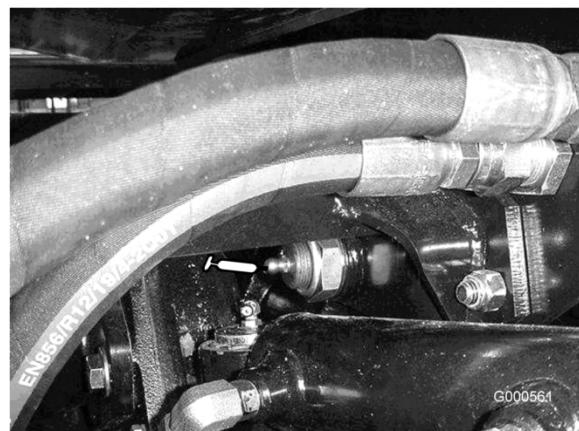

Bild 23
- Hinterachse-Drehbüchsen (2) (Bild 23)